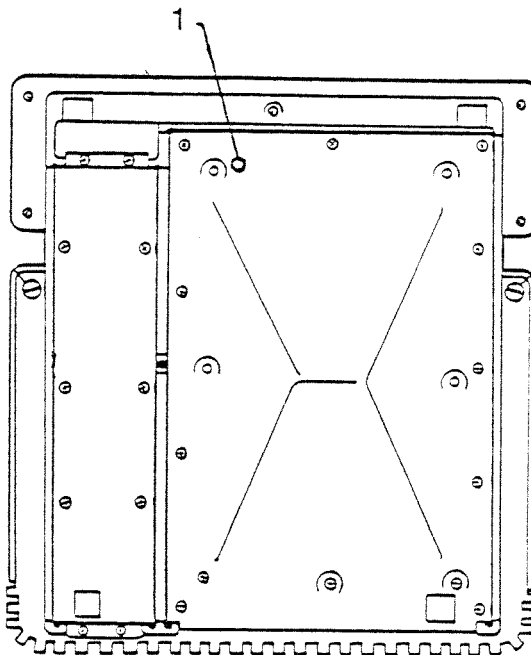

ABBILDUNG 2
BITTE BEACHTEN: Zum Justieren der Uhrgeschwindigkeit beim Apple /// Plus ist ein Ausbauen der Tastatur nicht notwendig. Der Trimmerkondensator ist durch ein kleines Loch unten auf der Bodenplatte unter der Tastatur zu erreichen (Abbildung 2, Nr. 1).
- BITTE BEACHTEN:** Am Apple /// Plus kann der Trimmerkondensator durch das Loch in der Tastatur (Abbildung 2, Nr. 1) gedreht werden; Sie brauchen die Tastatur nicht auseinanderzunehmen.